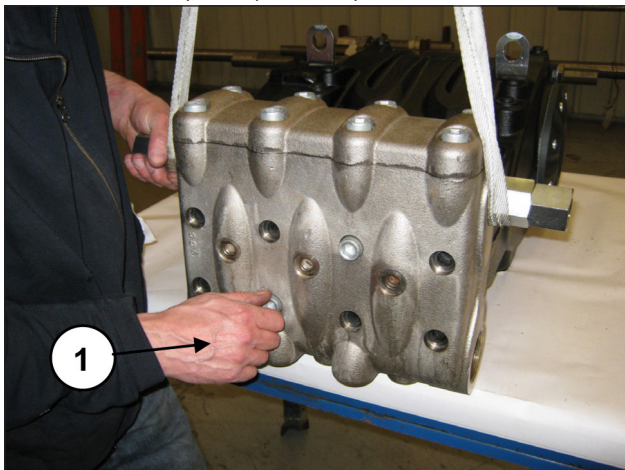
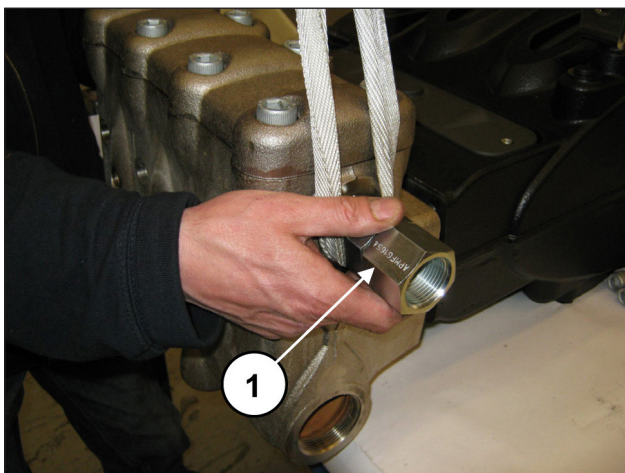

Abb. 111
Abb. 112
Sie können nun den Kopf vom Pumpengehäuse durch Lösen der 8 Schrauben M16x180 demontieren (Pos. ①, Abb. 111). Achten Sie beim Ausbau des Kopfs darauf, nicht gegen die Kolben zu stoßen (Pos. ①, Abb. 112).